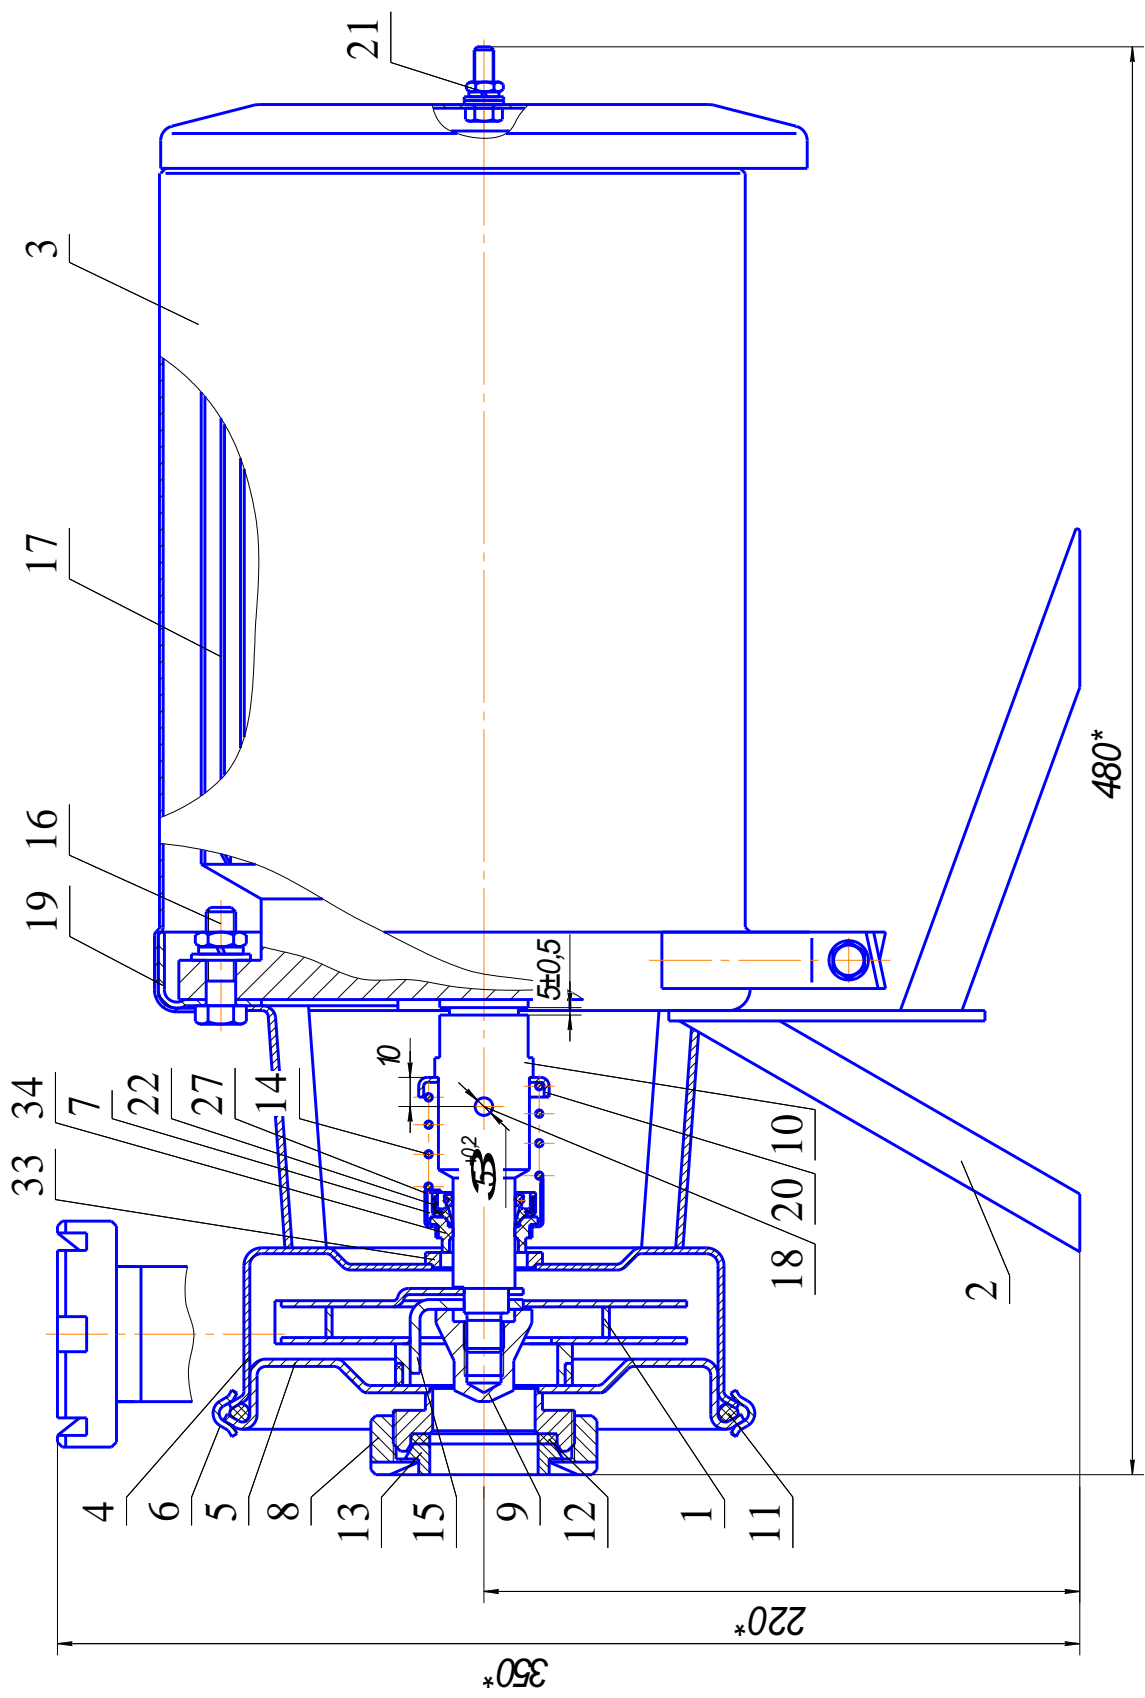

Рис. 1. Общий вид электронасоса.
Основные узлы насоса (рис.1): электродвигатель 17, корпус насоса 4, опора 2, рабочее колесо 1.
8.2. Установить детали заземления (поз.21 на рис.1).
8.5.2. Нагреть наконечник 10 до температуры 250°+20°С в термошкафу и выдержать 20-30 минут. Напрессовать наконечник на конец вала, обеспечивая размер 5±0,5 мм между торцом наконечника и посадочным торцом фланца электродвигателя (см. рис. 1).
10.2. Если в уплотнении появляется пропуск жидкости, то это свидетельствует об износе поверхностей колец 33, 34 (см. рис. 1).